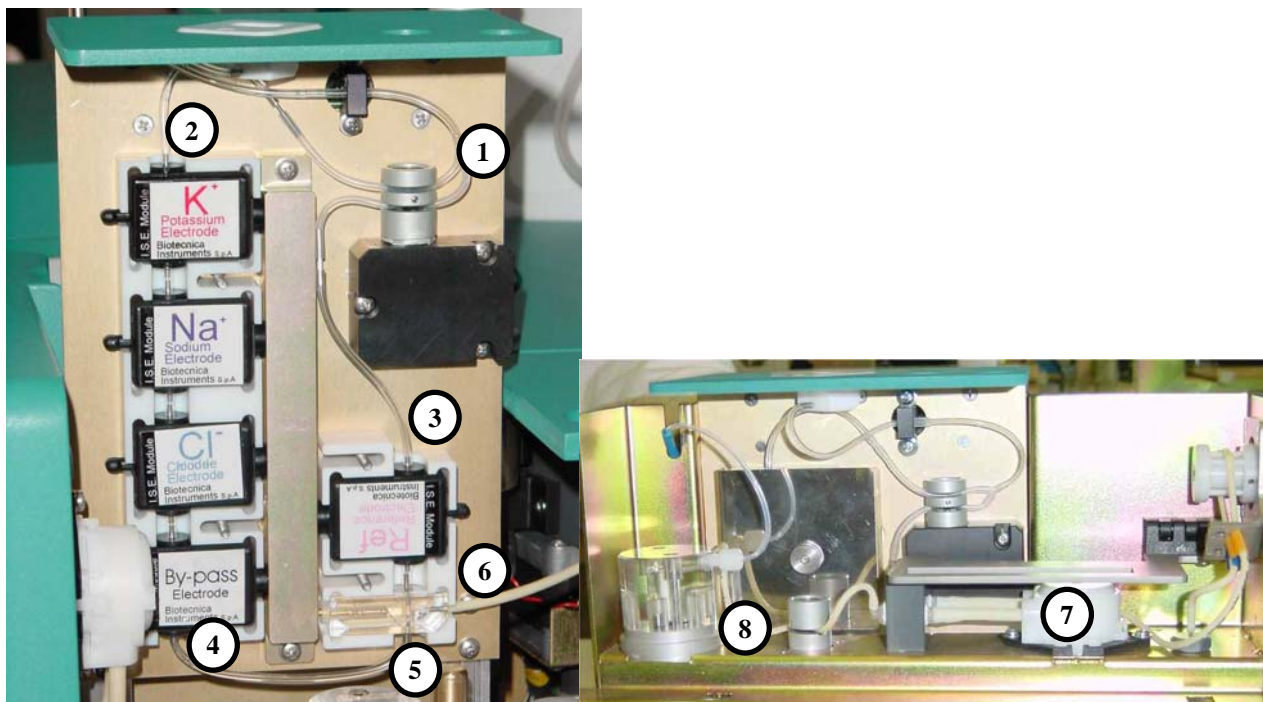

Fig. 12
- c) Se sono stati eseguiti più di 300 test ISE, al precedente messaggio verrà aggiunta la richiesta di pulire l'elettrodo del cloro (Fig. 12) con l'apposito specillo.
- Sostituire il tubo assemblato (rif. 1 fig 12) a forma di "Y" facendo passare, come prima operazione, l'estremità libera del tubo collegato al vertice della "Y" nel foro del sensore di bolle e poi collegarla all'attacco dell'imbuto. Le estremità dei due rimanenti tubi collegati al raccordo a forma di "Y" vanno poi inserite, una nell'elettrodo del K e l'altra nell'elettrodo di riferimento, facendole passare all'interno della valvola "pinch" come in figura. Il segmento connesso all'elettrodo K va inserito nella feritoia superiore della valvola pinch e quello connesso all'elettrodo di riferimento nella feritoia inferiore. Come per tutte le valvole "pinch", prestare attenzione al corretto inserimento dei tubi.
- Sostituire il tubo per pompa peristaltica I.S.E. (rif. 6 fig 12) collegando un'estremità alla connessione d'uscita dell'elettrodo "ground" e l'altra alla connessione di scarico liquidi (come da figura). Agganciare poi i ferma tubi al supporto tenditore.
- Collegare un'estremità del tubo di congiunzione (rif. 4 fig 12) all'elettrodo CO₂ (o by-pass) e l'altra all'elettrodo "ground".
- Sostituire la cartuccia per pompa peristaltica (rif. 7 fig 12) come indicato per la stazione di lettura.
- Sostituire il tubo (rif. 8 fig 12) della valvola che collega la pompa peristaltica al diluitor.
- L'operazione finale consiste nella collocazione del modulo I.S.E. nella sua sede prestando attenzione a non provocare schiacciamenti del tubo della pompa peristaltica I.S.E. (rif. 6 fig 12).